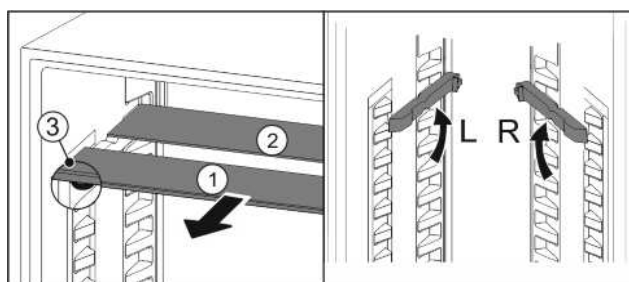

Fig. 17
- ▶ По одной извлеките Fig. 17 (1) стеклянные панели движением вперед.
- ▷ Стеклянная панель Fig. 17 (1) со стопорами лежит спереди.
- ▷ Стопоры показывают вниз Fig. 17 (3).